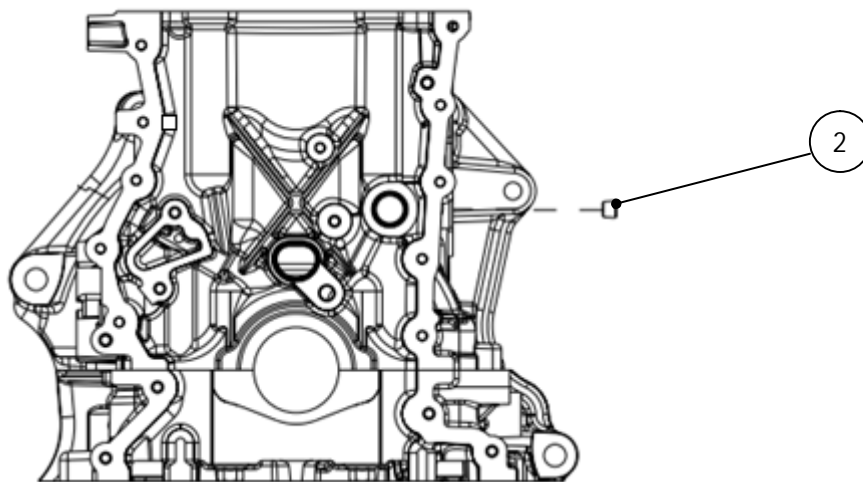

图 A-5 铆钉装配
将铆钉②装入拉铆枪冲头，然后冲头面朝向气缸体①进气侧铆钉安装孔面，贴合后进行拉铆，冲入后铆钉②不高出气缸体铆钉安装面，如图 A-5 所示，装配要求见表 A-5。